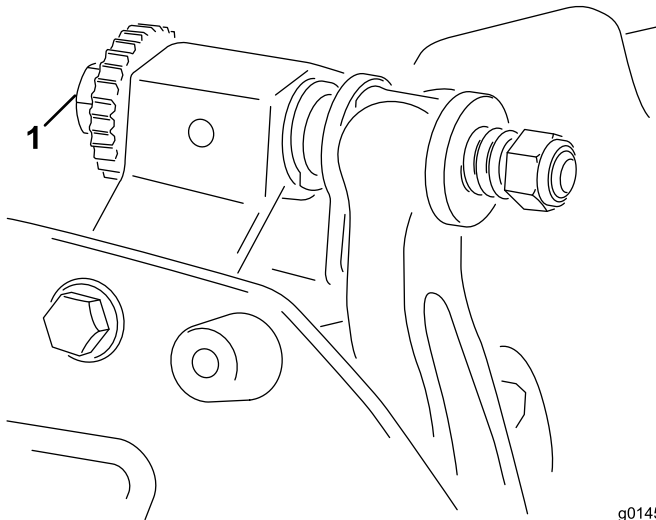

Figura 4
6. Ruotate la vite di regolazione della barra di appoggio destra (Figura 4) fino a quando non sentite una leggera pressione sullo spessore facendolo scorrere da lato a lato. Rimuovete lo spessore.